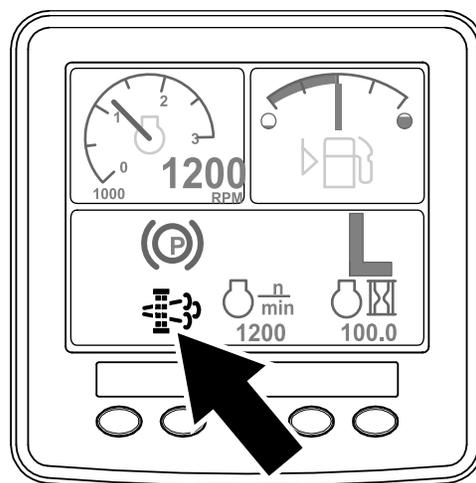

Рисунок 62
- Значок запроса регенерации с парковкой отображается на дисплее инфо-центра (Рисунок 62).